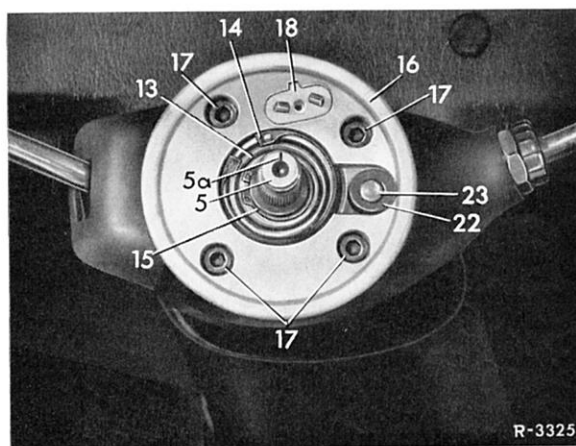

Bild 54-15/2
7 Schleifkohlen (18) nach oben herausziehen (Bild 54-15/2).